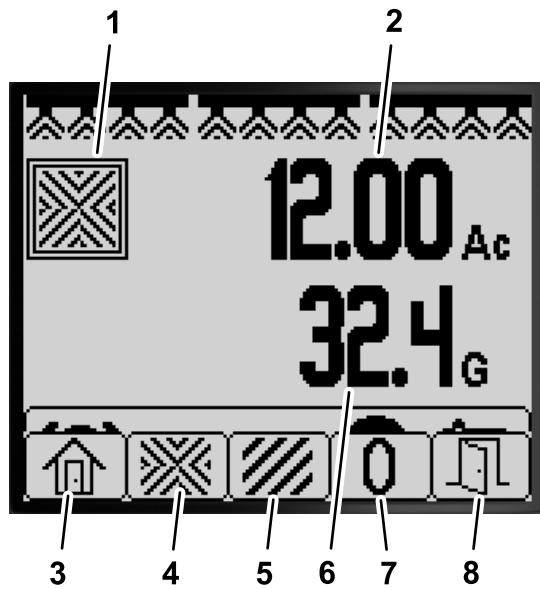

Figura 76
1. A partir do Ecrã inicial, prima e mantenha premido momentaneamente qualquer botão para abrir a barra do menu (Figura 75 e Figura 76).
2. Prima o botão 2 para o ecrã Área total (Figura 76).
- Utilize os botões do InfoCenter (Figura 76) para executar as seguintes ações: